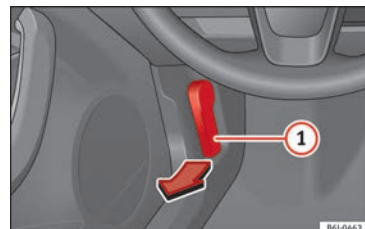

Fig. 6 Voir emplacement aux pages 7-8
- Ouvrir le capot : tirez le levier situé sous le tableau de bord » **fig. 6** ①.